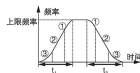

图6-5 S曲线加减速
1：S曲线加减速方式、输出频率按照S曲线递增或递减，如图6-5所示。
S曲线起始时间如图6-5中③所示,输出频率变化的斜率从0逐渐递增。
S曲线上段时间如图6-5中②所示,输出频率变化的斜率恒定。
S曲线结束时间如图6-5中①所示,输出频率变化的斜率逐渐递减到0。